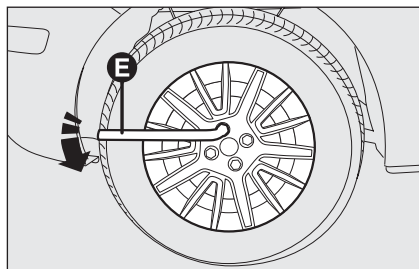

fig. 3
- ❑ afloje aproximadamente en una vuelta los tornillos de fijación, utilizando la llave en dotación **E-fig. 3**; en los coches equipados con llantas de aleación, se debe sacudir el coche para facilitar la separación de la llanta del cubo de la rueda;